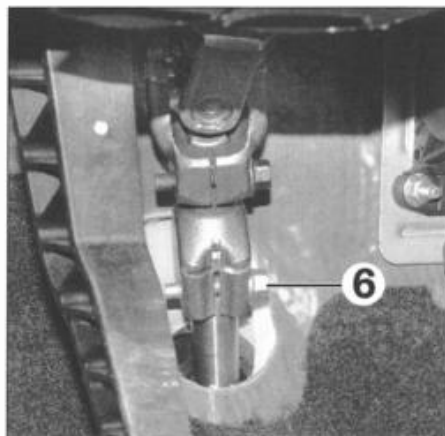

FIG. 7
- el tornillo (6) (fig. 7) de acoplamiento de la columna de dirección en la caja.
- Desmontar el tornillo (6) de acoplamiento de la columna de dirección en la caja (fig. 7).